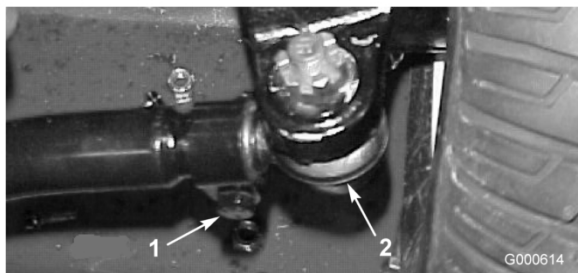

Figura 47
2. Para ajustar, remova o contrapino e a porca de cada uma das rótulas da barra de ligação (Figura 47). Remova a junta da barra de ligação do suporte do eixo.
3. Desaperte as abraçadeiras que estão em ambas as extremidades das barras de ligação (Figura 47).
4. Rode uma (1) vez a rótula separada, para dentro ou para fora. Aperte a abraçadeira na parte solta da barra de ligação.
5. Rode uma (1) vez todo conjunto da barra de ligação na mesma direcção (para dentro ou para fora). Aperte a abraçadeira na extremidade ligada da barra de ligação.